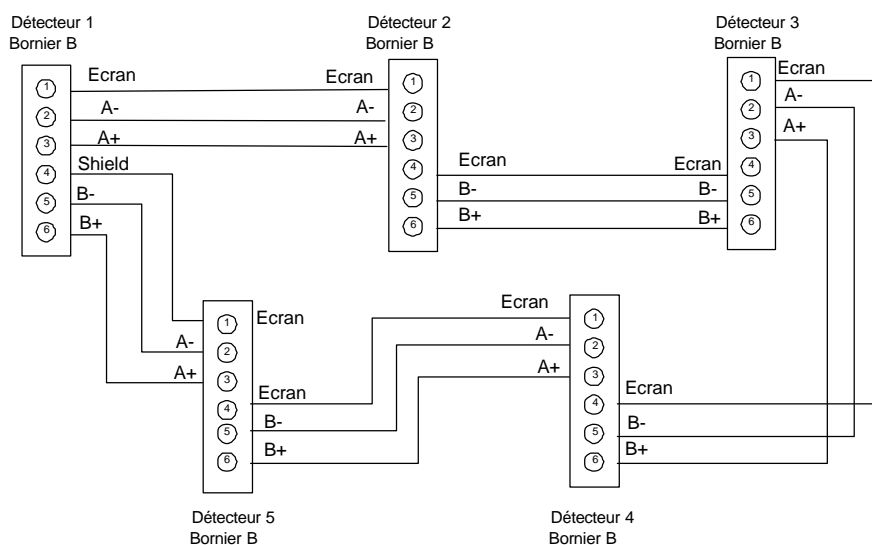

Figure 19 Détails de raccordement des câbles VESDAnet
- Raccorder les câbles VESDAnet comme il est indiqué sur la Figure 19. Ce diagramme montre l'exemple pour cinq détecteurs. Cette méthode de câblage est semblable pour deux détecteurs ou plus.
NOTA: Quand un détecteur version VN n'est pas employé dans un réseau VESDAnet, les bornes VESDAnet doivent être câblées selon la Figure 19.